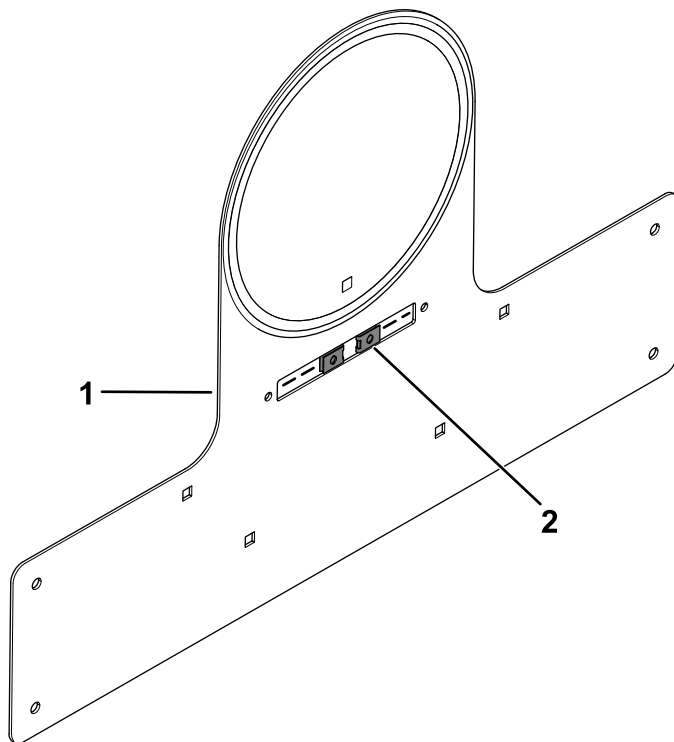

**Figur 25**
- Sæt den rette hastighedsmærkat på hastighedspladebeslaget (Figur 25).